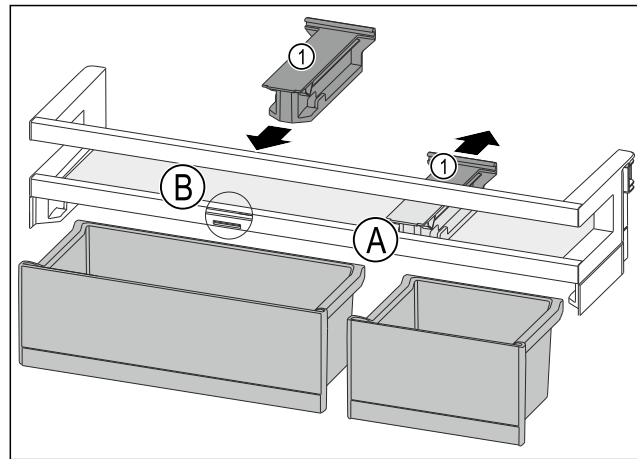

Fig. 189
- ▶ Haltebauteil Fig. 189 (1) in Position Fig. 189 (A) nach hinten abziehen.
- ▶ Haltebauteil Fig. 189 (1) in Position Fig. 189 (B) einsetzen.